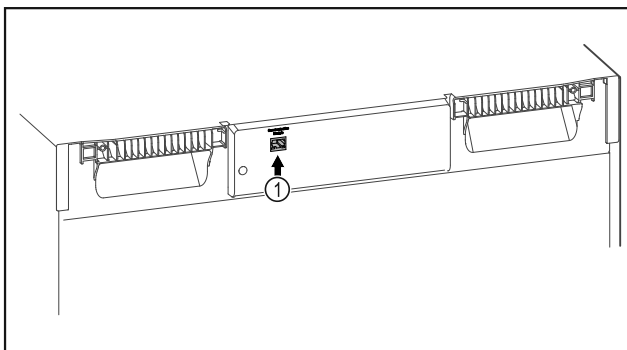

Fig. 111
- SmartModule Fig. 111 (1) 已使用。